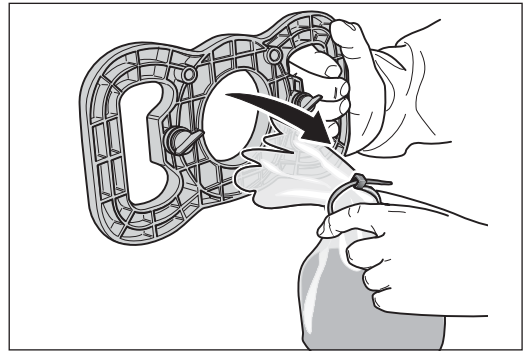
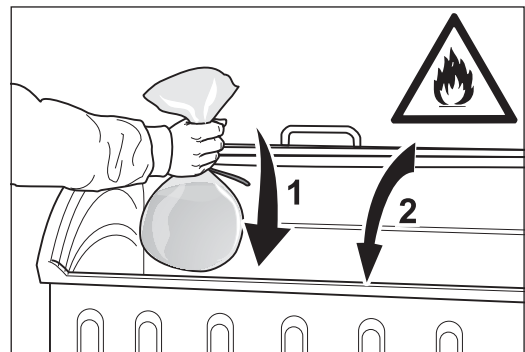

Abb. 31 Den Müllbeutel aus der Entleervorrichtung entfernen.
Abb. 32 Den gefüllten Müllbeutel in einen **nicht brennbaren** Behälter legen (1) und diesen verschließen (2) → **Brandgefahr!**
- **Der Staub sack muss immer direkt nach dem Schleifen von der Maschine entfernt und mit der Entleervorrichtung in einen Beutel entleert werden! Legen Sie diesen Beutel in einen nicht brennbaren Behälter! **Verschließen Sie diesen Behälter mit einem nicht brennbaren Deckel (Abb. 32)! Lagern Sie den Behälter unbedingt im Freien an einem Ort mit nicht brennbarer Umgebung!****
- 18** Entfernen Sie den gefüllten Müllbeutel aus der Entleervorrichtung (Abb. 31) und legen Sie ihn in einen geeigneten, **nicht brennbaren** Behälter (Abb. 32, 1)! Verschließen Sie den Behälter **wegen Brandgefahr** mit einem **nicht brennbaren** Deckel (Abb. 32, 2)! Lagern Sie den Behälter unbedingt **im Freien** an einem Ort mit **nicht brennbarer** Umgebung!